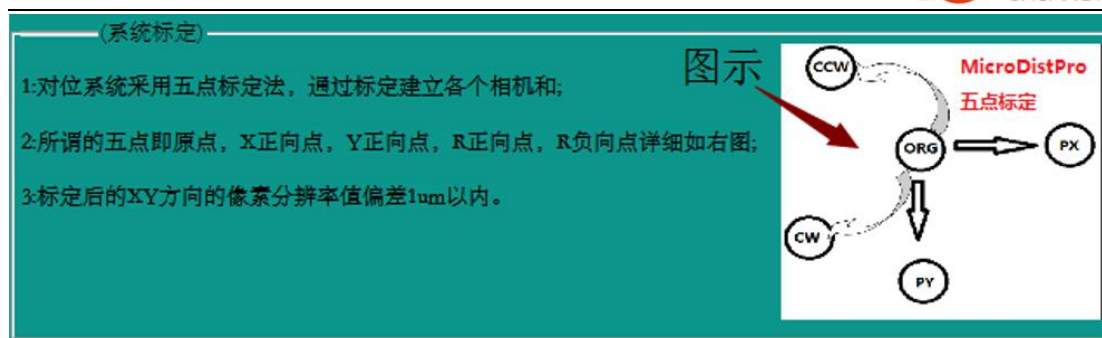

图 2-21
1. **标定参数:** XY/角度 R 标定步距设置，即系统五点标定步距设置，大致原理分析如下图 2-21 所示：